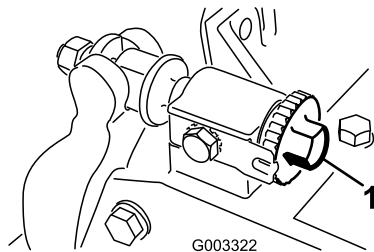

Bild 12
2. Drehen Sie die Einstellschrauben des Untermesserträgers nach links, um sicherzustellen, dass der Untermesserträger nicht die Spindel berührt (**Bild 12**).